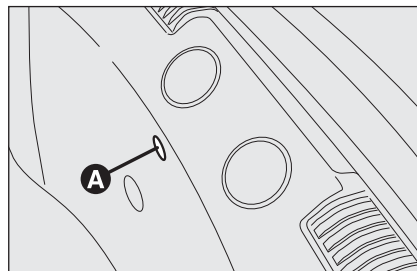
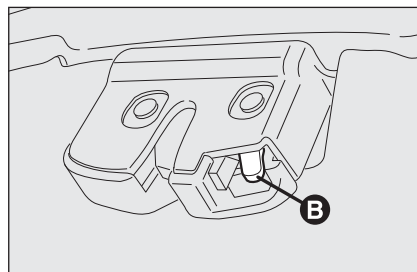

fig. 4
fig. 5
- ☐ prelevare il cacciavite dal contenitore attrezzi e, operando all'interno del bagagliaio (sulla parete posteriore), introdurlo all'interno della sede **A-fig. 4** e successivamente agire sulla levetta **B-fig. 5**.